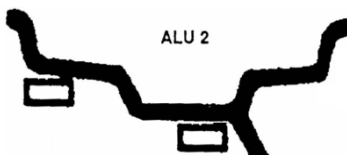

Abbildung 13: Gewichtsbehaftungspunkte
Felgendaten eingeben, das Rad manuell drehen, wenn die Anzeige „RUN ---“ anzeigt, lassen Sie das Rad los, damit es sich drehen kann. Wenn auf der Anzeige „STOP“ zu sehen ist, hält das Rad an und die Anzeige stellt die Daten dar. Drehen Sie langsam das Rad, wenn die LEDs der Innenposition alle leuchten (**Abbildung 4: Bedienfeld und Anzeigetafel (10)**), in der 12 Uhr-Position der Felgeninnenseite, hängen Sie Gewichte entsprechend des Wertes an, der auf der rechten Anzeige angezeigt wird (**Abbildung 13: Gewichtsbehaftungspunkte**, links). Drehen Sie dann langsam das Rad, wenn die LEDs der Außenposition alle leuchten (**Abbildung 4: Bedienfeld und Anzeigetafel (11)**), in der 12 Uhr-Position der Felgeninnenseite, hängen Sie Gewichte entsprechend des Wertes an, der auf der linken Anzeige angezeigt wird. (**Abbildung 13: Gewichtsbehaftungspunkte**, rechts) Drehen Sie das Rad erneut von Hand, wenn die Anzeige „RUN ---“ anzeigt, lassen Sie das Rad los, damit es sich drehen kann. Wenn die Anzeigen auf beiden Seiten an sind, hält das Rad an und der Wuchtvorgang ist abgeschlossen.